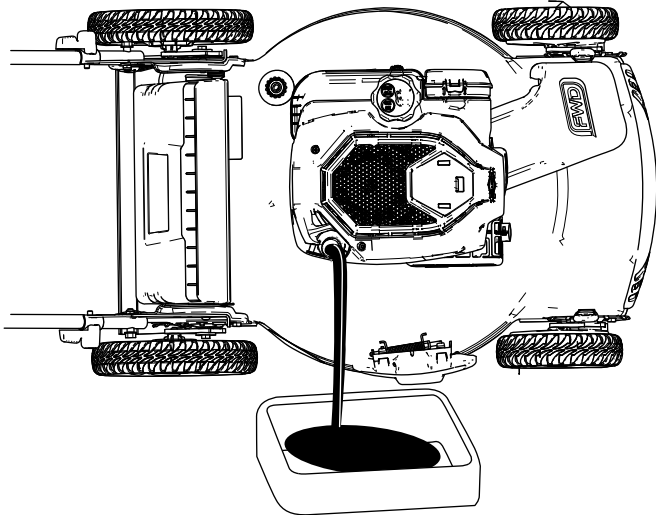

Figura 25
- Ponga la máquina de lado (con el filtro de aire hacia arriba) para drenar el aceite usado del tubo de llenado de aceite (Figura 25).